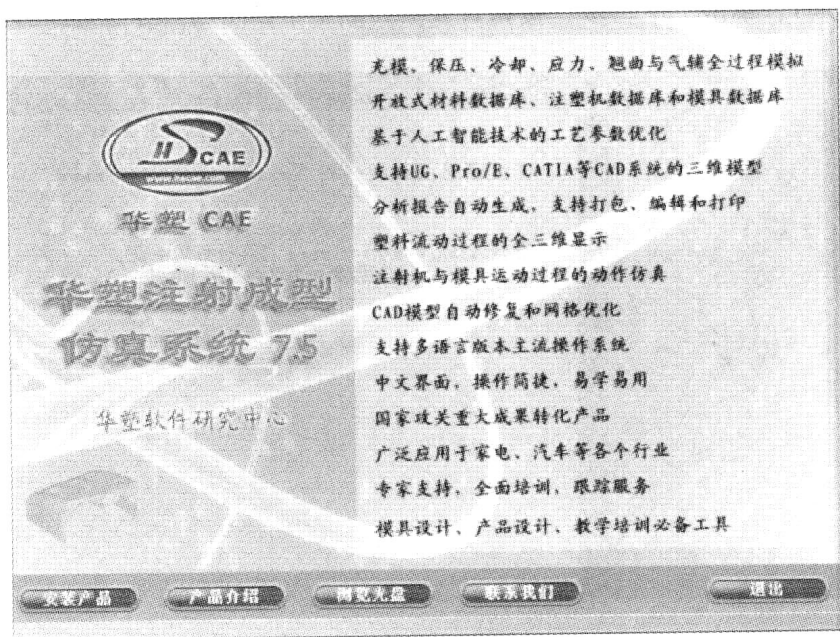

图 1-12 欢迎界面
(1) 将华塑 CAE 系统安装光盘插入光驱后, 将出现如图 1-12 所示的欢迎界面。
注意: 如果图 1-12 中的欢迎界面没有出现, 则可以打开光盘, 双击打开 autorun.exe 程序。
(2) 选择图 1-12 中的“安装产品”按钮后, 出现如图 1-13 所示的界面, 在“加密狗驱动程序”项下单击“安装”。